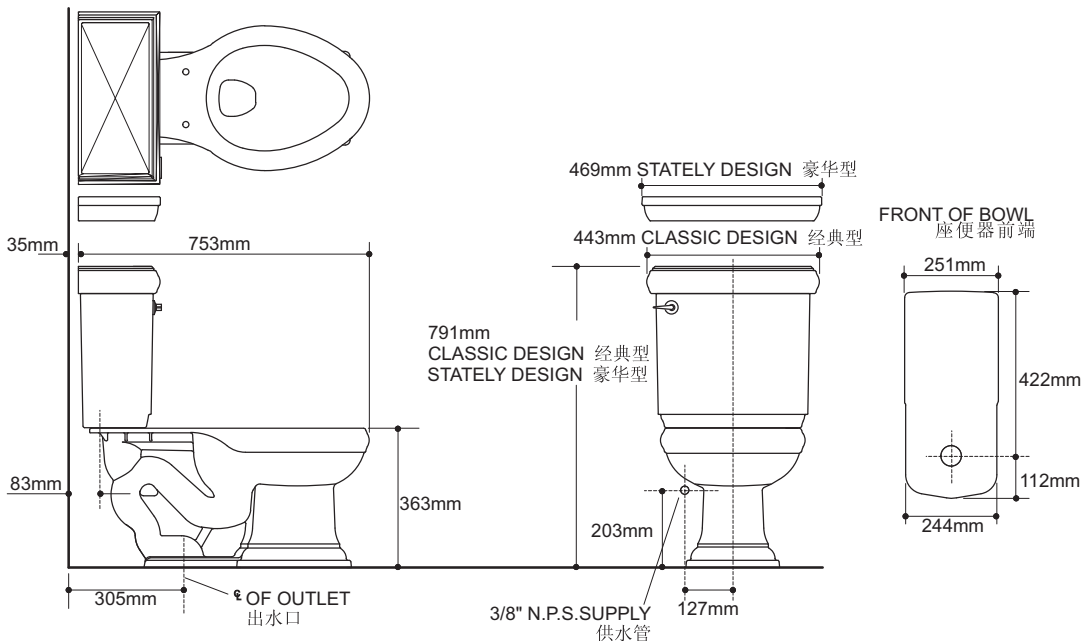
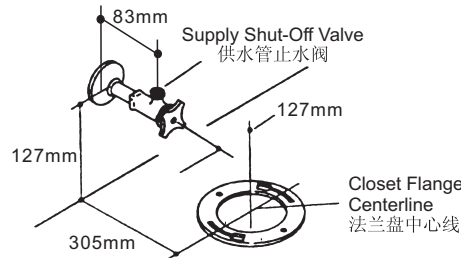

Fig.#1 图1
Fig.#4 图4
- 请确保污水管的坑距尺寸正确。(请参阅图1)。
- 若为新安装工程, 请参看图1及图4的尺寸指示以找出止水阀。